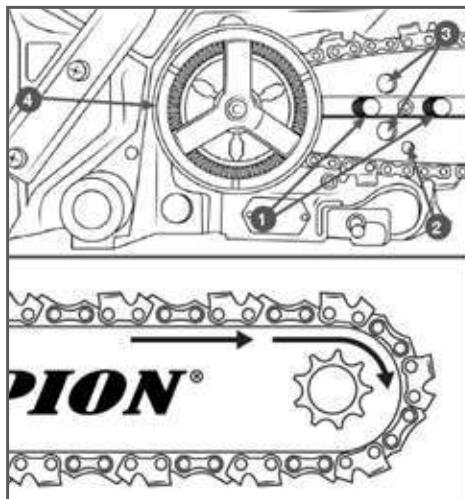

Рис. 3 Установка пильной цепи
- Установите шину пазом на шпильки крепления шины 1 и передвигните ее в сторону барабана сцепления 4 для облегчения установки цепи (Рис. 3).
- Установите пильную цепь как показано на Рис. 3. При установке цепи следите за тем, чтобы режущая кромка звена была расположена вперед по ходу движения цепи, т.е. по часовой стрелке. Поместите цепь на зубья ведущей звездочки, расположенной позади барабана сцепления 4 (Рис. 3). Удостоверьтесь в правильном положении цепи на ведущей звездочке (Рис. 3).